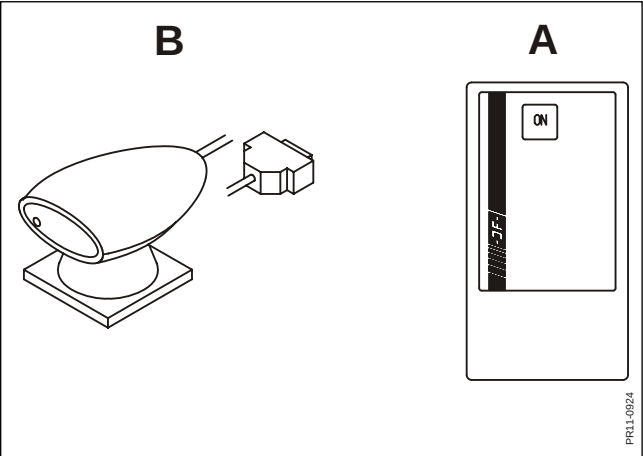

Fig. 6.6
Fig. 6.6 Dette menupunkt giver mulighed for at sende data til PROFEED eller modtage data fra PROFEED. Forudsætningen er at man har anskaffet sig en infrarød håndterminal (A) og en IR - modtager for PC (B), der skal tilkobles den PC der skal kommunikeres med. Udstyret muliggør overførsel af nye fodermidler til ProFeed. Vedr. bestillings-numre: se reservedelslisten.